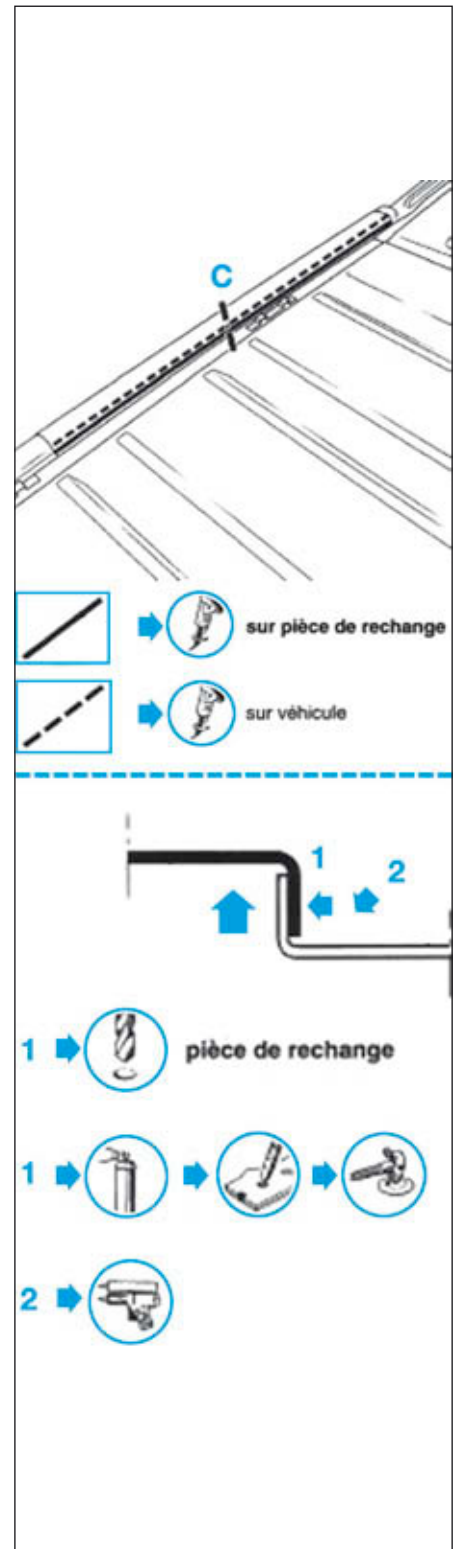
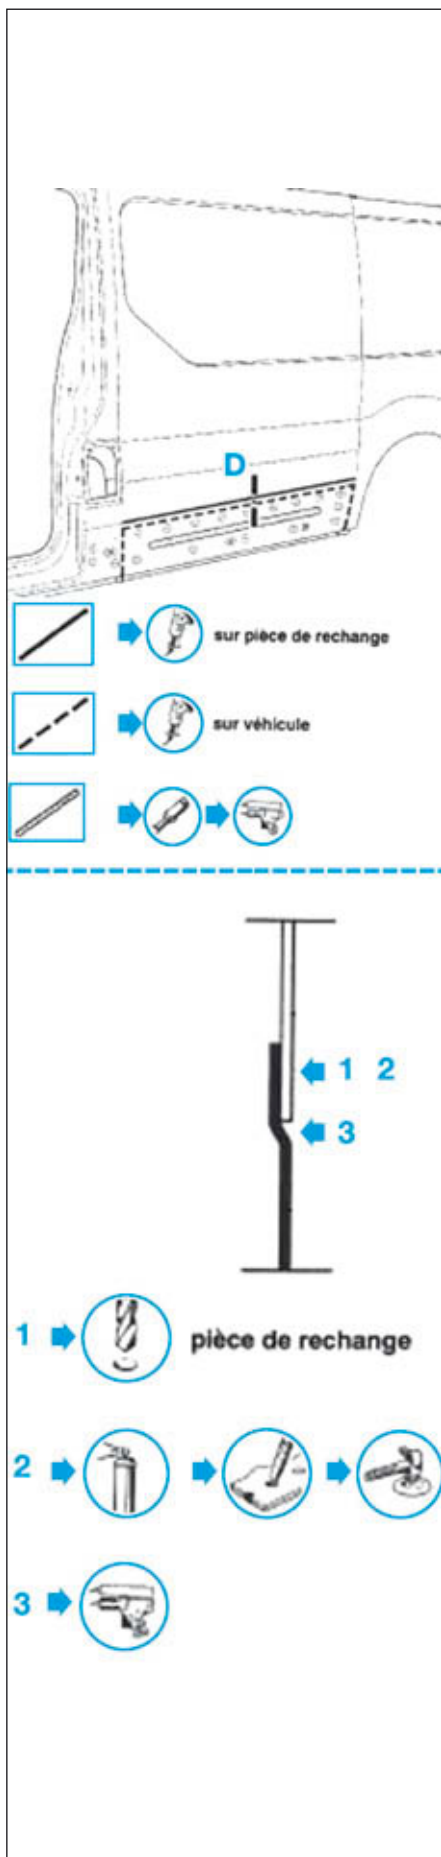
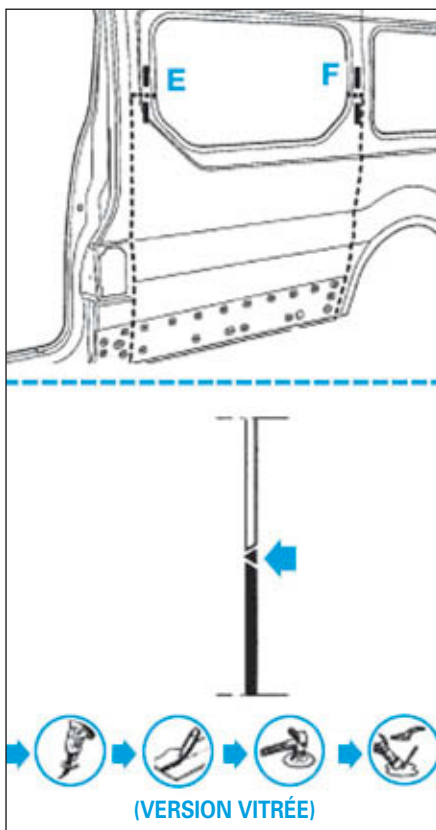

FIG.48
FIG.49
FIG.50
- Tracer puis découper le panneau latéral arrière partie avant (Fig.48), (Fig.49) et (Fig.50).
- Tracer puis percer au Ø 8 mm pour soudage ultérieur par points bouchons (Fig.48), (Fig.49) et (Fig.50).
- Souder par points bouchons et cordon MAG (Fig.48), (Fig.49) et (Fig.50).